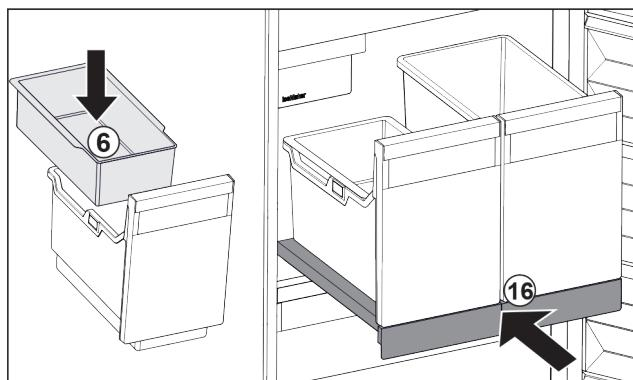

Fig. 36
- ▶ Поставете окачваща се поставка Fig. 36 (6) за ледени кубчета.
- ▶ Вкарайте изтеглящата се дъска със съдовете (IceTower). Fig. 36 (16)